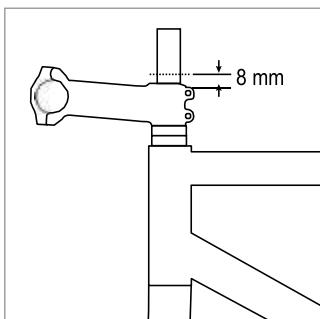

図5
7. システムをステアラーに取り付け、スペーサーと同一平面上にあるようにします。ステアチューブが8 mm以上伸びるようにします(図5)。注:ステアチューブがシステムクランプを超えて8 mm以上伸びない場合は、取り付けを中断します。